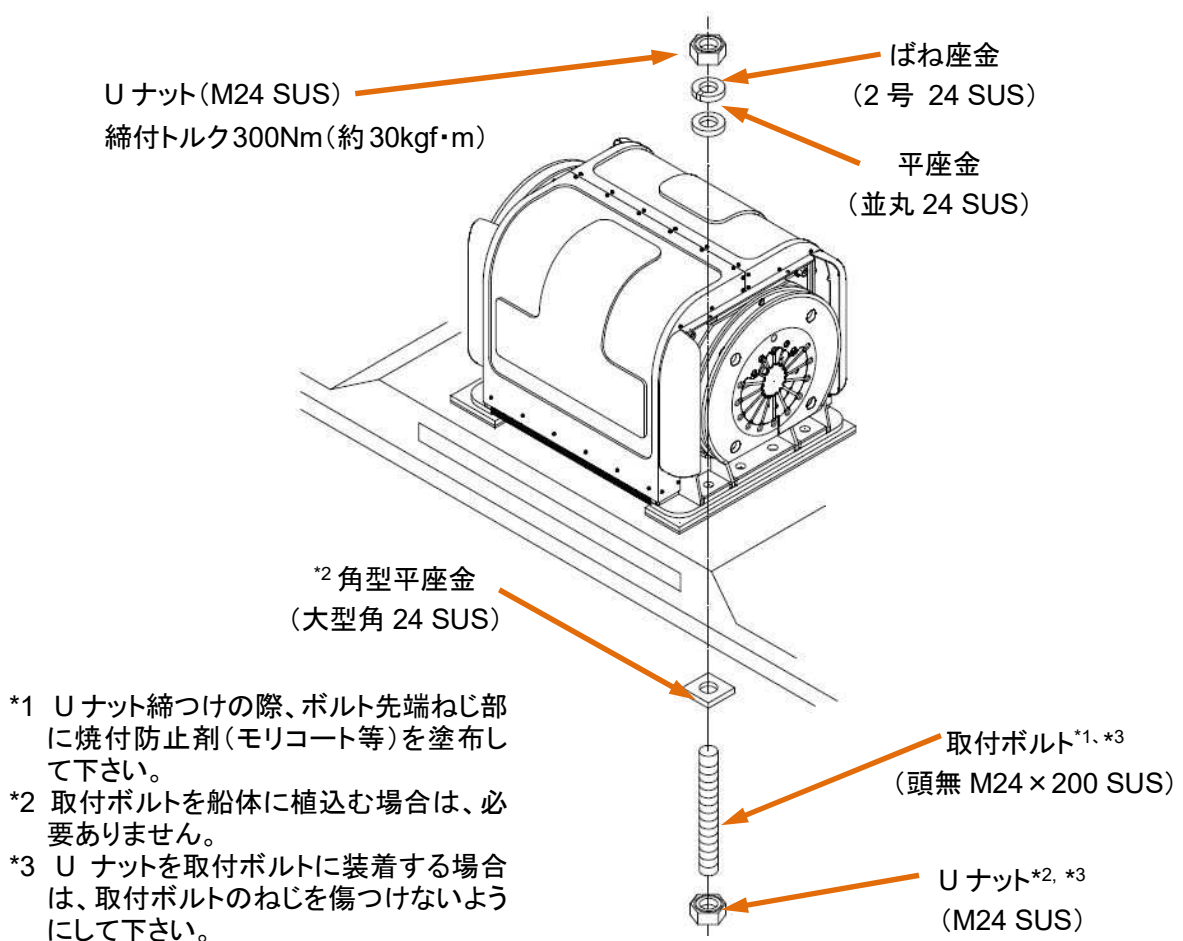

図 4-6 ARG 本体の取付
- ⑩ 図 4-6 に示すように残りの部品を取り付けて下さい。取付ボルトに焼付防止剤（モリコート等）と塗布して下さい。また、ナットで 8 本のボルトを締付トルク 300Nm（約 30kgf・m）で対角線毎に少しずつ均等に締め付けて下さい。（図 4-7 を参照して下さい。）